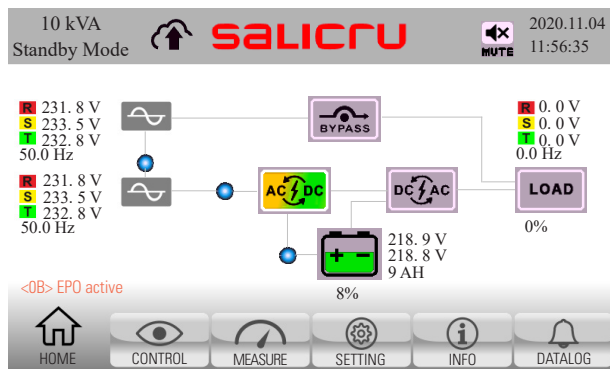

Fig. 38. Écran principal avec arrêt d'urgence EPO activé. Il n'y a pas de tension de sortie.
2. Une nouvelle alarme apparaît sur le panneau de commande <0B> EPO active (EPO activé), et l'équipement passe automatiquement en mode attente (Fig. 38).